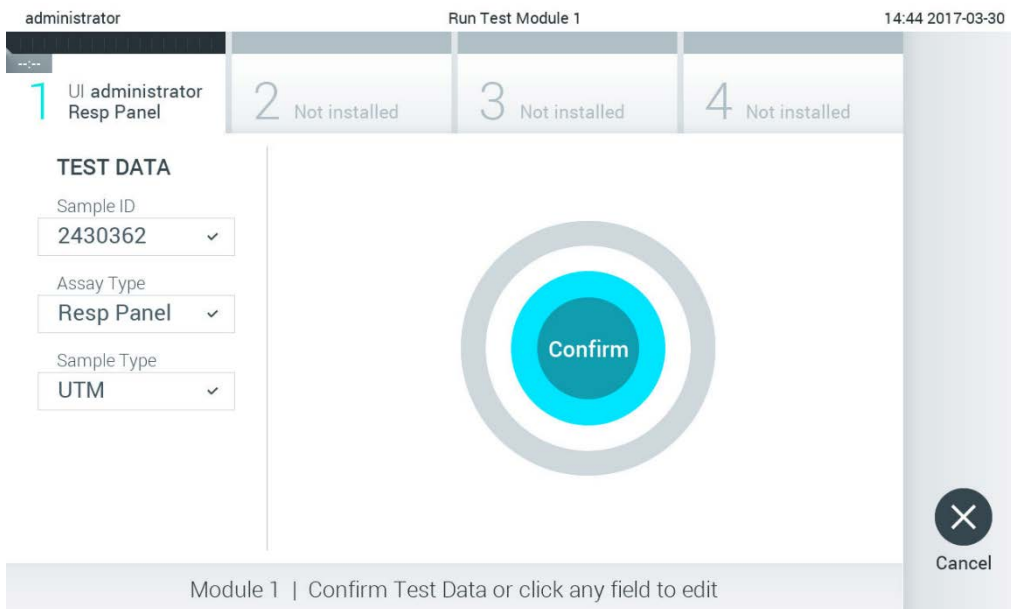

Abbildung 26: Bildschirm Confirm (Bestätigen)
- Als Nächstes wird der Bildschirm Confirm (Bestätigen) angezeigt. Überprüfen Sie die eingegebenen Daten und nehmen Sie die erforderlichen Änderungen vor, indem Sie auf die relevanten Felder auf dem Touchscreen drücken und die Informationen bearbeiten (Abbildung 26).